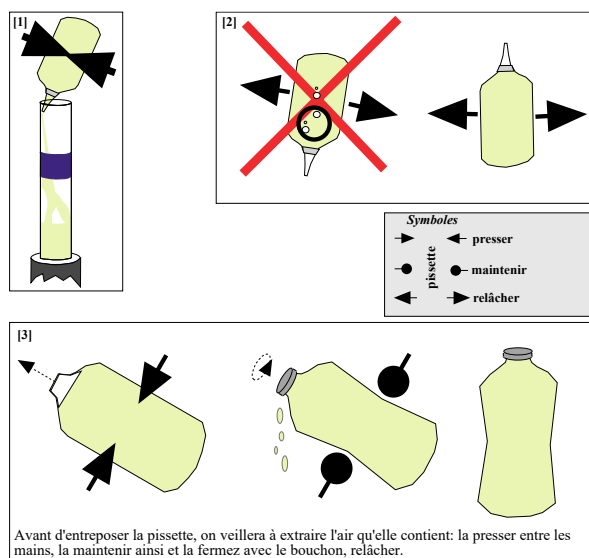

Figure 3 :
- enlever le bouchon du tensiomètre; tenir la pissette par le goulot et faire couler l'eau lentement (sans la faire jaillir, voir fig. [1]); remettre la pissette droite afin que l'air puisse s'y introduire (Fig. 3 [2])
- évacuer l'air des pissettes encore à demi-pleines en les pressant entre les mains (Fig. 3 [3]); les revisser et les réutiliser lors de la